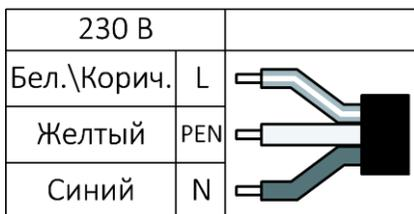

Рисунок 2. Схема подключения питания.
- 4.2 Произвести подключение проектора согласно электрической схеме (рисунок 2). Соединение проектора с питающим кабелем должно быть выполнено способом, обеспечивающим герметичность (коробка, кабельная муфта и пр.).